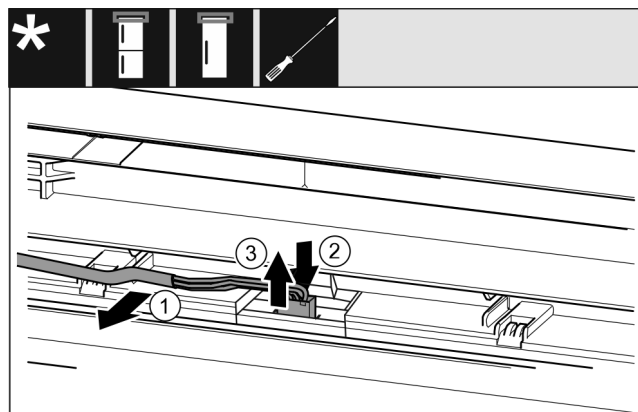

Fig. 20
- ▶ Sortir délicatement le câble gris du guide dans la porte. Fig. 20 (1)
- ▶ Pousser vers l'arrière la languette située derrière la prise. Fig. 20 (2)
- ▶ Tirer soigneusement la prise vers le haut. Fig. 20 (3)